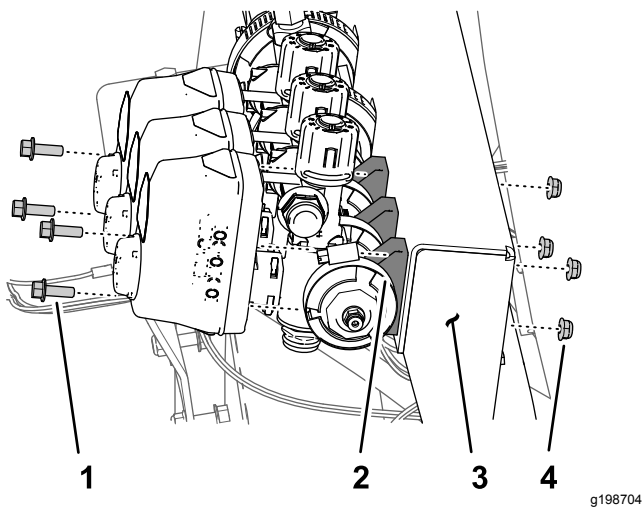

图 68
1. 拧下将左喷洒臂段阀固定至歧管安装架的 2 个凸缘头螺栓 $\frac{1}{4} \times \frac{3}{4}$ 英寸和 2 个锁紧螺母 $\frac{1}{4}$ 英寸图 68。
2. 拧下将右喷洒臂段阀固定至歧管安装架的 2 个凸缘头螺栓 $\frac{1}{4} \times \frac{3}{4}$ 英寸和 2 个锁紧螺母 $\frac{1}{4}$ 英寸图 68。
3. 拧下将左喷洒段阀的法兰固定至适配器的法兰夹具 4064mm 和垫片 25 x 35mm 图 68。